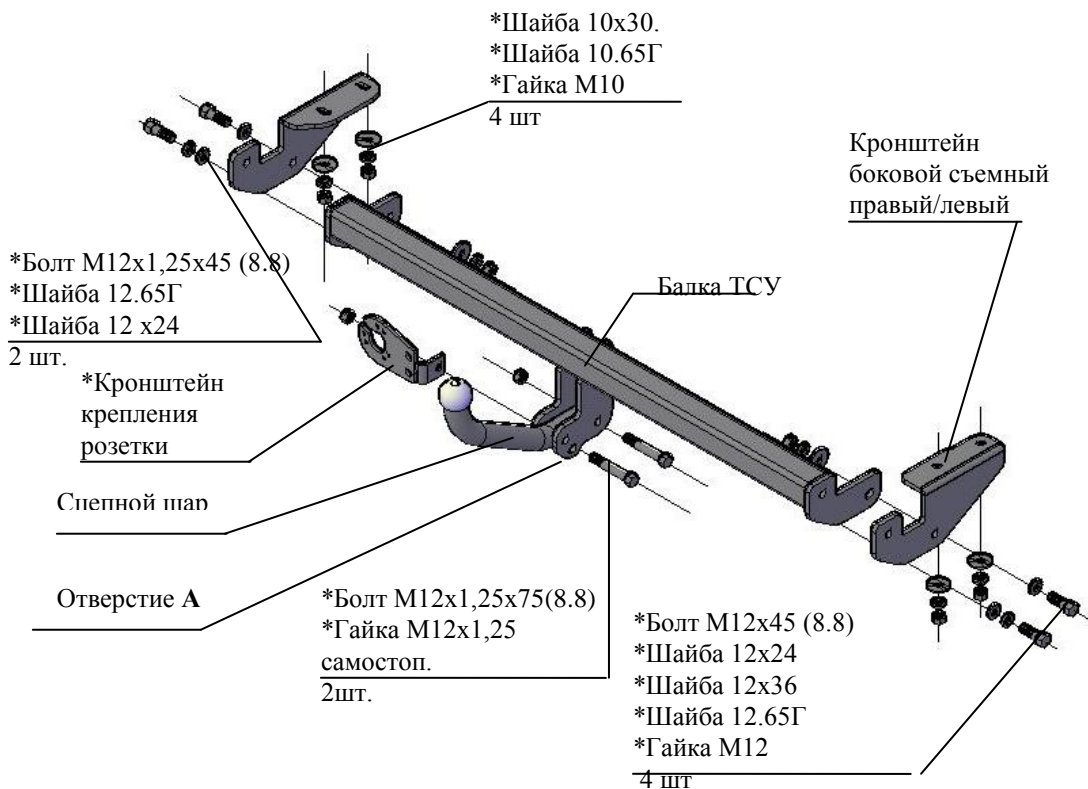

Рис.1 Тягово-цепное устройство 9520
2.1 ТСУ 9520 в сборе (рис.1)	1 шт.
2.2 Пакет с комплектующими (см. рис.1)	1 шт.
4.1 Закрепить боковые съемные кронштейны ТСУ (правый и левый соответственно рис.1) к нижним полкам лонжеронов а/м гайками М10 (используя болты штатные), под головки гаек подложить шайбы 10.65Г и шайбы 10x30. Крепеж не затягивать.